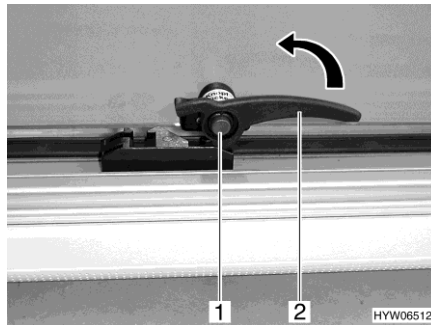

Fig. 51 Leva di serraggio (posizione "Chiusa")
- Premere il bottone di sicurezza (Fig. 51,1) e mantenerlo premuto.
- Ruotare la leva di serraggio (Fig. 51,2) di un quarto di giro verso il centro della finestra.
- In posizione "Completamente chiusa" (Fig. 51)